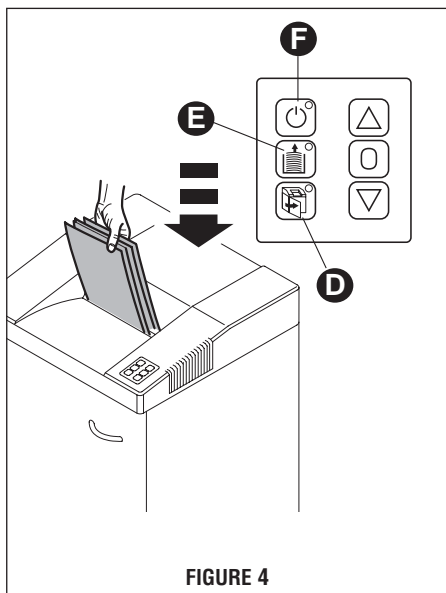

FIGURE 4
FIGURE 4. Pour éviter que les coupures ne remontent jusqu'aux couteaux et ainsi bloquer l'appareil, cet appareil a une fonction d'arrêt automatique lorsque le contenant est plein. À ce moment, l'appareil s'arrête automatiquement et le voyant de Contenant de déchiquetage plein (E) s'allume. Vous pouvez maintenant compacter les coupures et continuer le déchiquetage ou vider le contenant.